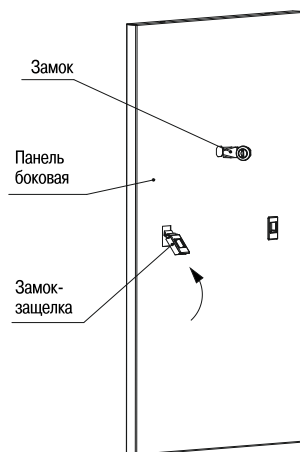

Рисунок 10
3.3.1 Извлеките из третьего места панели боковые. Вставьте в прямоугольные отверстия панелей замки-защёлки. Вставьте в отверстие панелей замки, предварительно скрутив гайки. Проверьте правильность установки замков. При правильной установке язычки замков переводятся в положение «закрыто» сверху вниз. Закрепите замки на панелях гайками (рисунок 10).